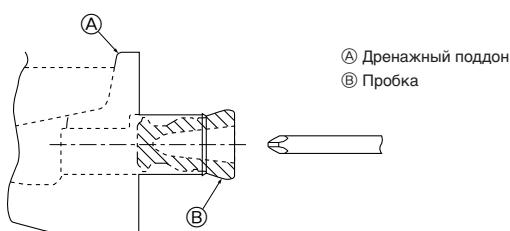

Fig. 5-1
5.1. Подготовка к установке левостороннего трубопровода (Fig. 5-1)